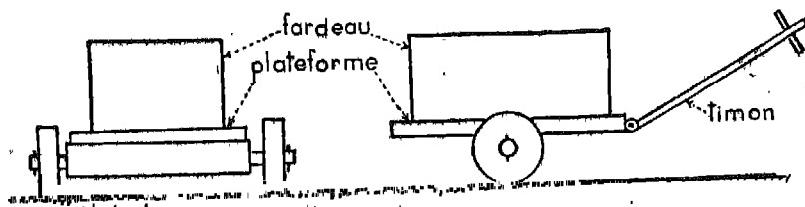

Fig. 7. — Charette réduite à ses éléments essentiels. Déscrivez-la et fabriquez-en une à l'occasion.
3. Vous verrez plus loin (page 511, fig. 7) que le roulement est une succession incessante de pivotements.
autour de sa fusée et roule sur le sol, emportant l'essieu (qui ne tourne pas) et le fardeau (fig. 7).